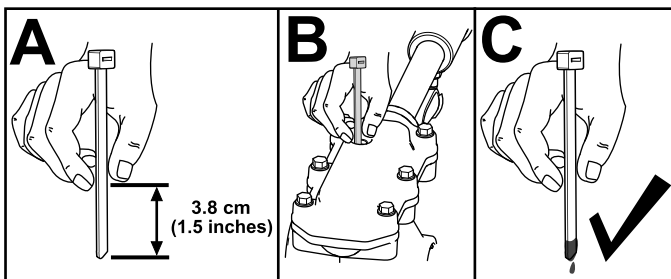

Bild 29
3. Überprüfen Sie den Ölstand mit einem geeigneten Messgerät, z. B. einem sauberen Kabelbinder. Das Öl sollte ca. 3,8 cm unter der Einfüllöffnung liegen (Bild 29).